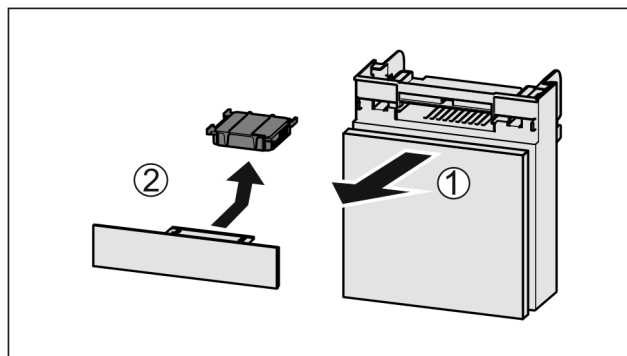

Fig. 202
- Zásuvku vytáhněte dopředu Fig. 202 (1).
- Filtř s aktivním uhlím vyjměte Fig. 202 (2).